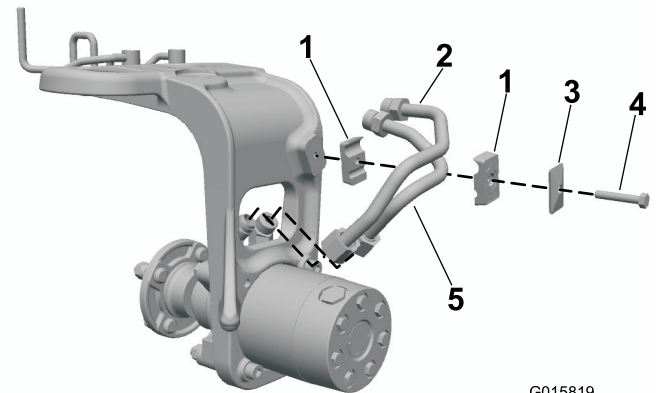

Figura 4
1. Conecte provisionalmente los tubos hidráulicos de acero al motor de la rueda (Figura 4).
2. Instale la abrazadera en la horquilla. Ajuste el conjunto para que encaje correctamente con los acoplamiento hidráulico y las abrazaderas (Figura 4).
3. Sujete las abrazaderas con una tapa y un perno ($\frac{5}{16}$ " x $1\frac{3}{4}$ "), como se muestra en la Figura 4.